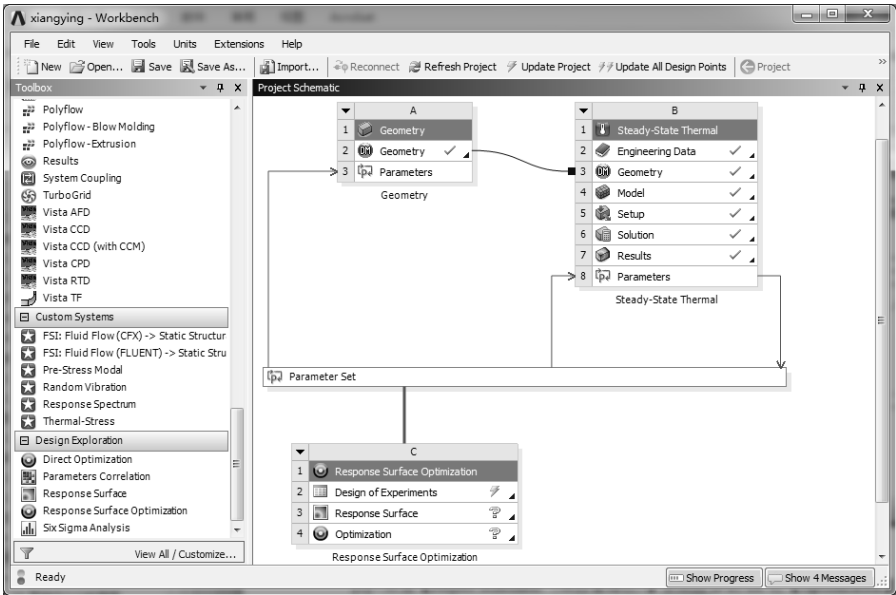

图 12-81 启动响应曲面优化工具
1) 双击【Toolbox (工具箱)】中【Design Exploration】下的【Response Surface Optimization】选项, 即可在【Project Schematic (项目管理区)】创建分析项目 C, 如图 12-81 所示。